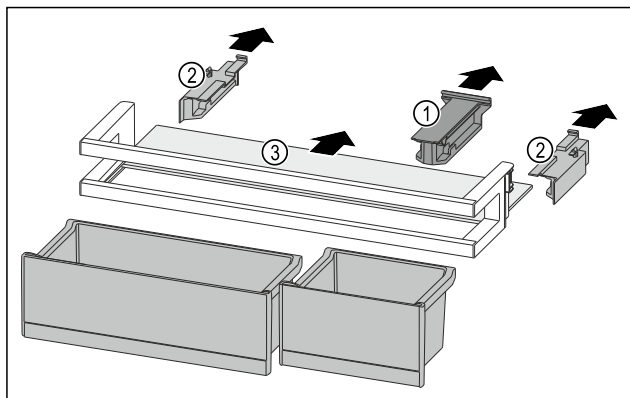

Fig. 148
- Haltebauteil Fig. 148 (1) abziehen.
- Seitenteile Fig. 148 (2) abziehen.
- Abstellfläche Fig. 148 (3) entnehmen.